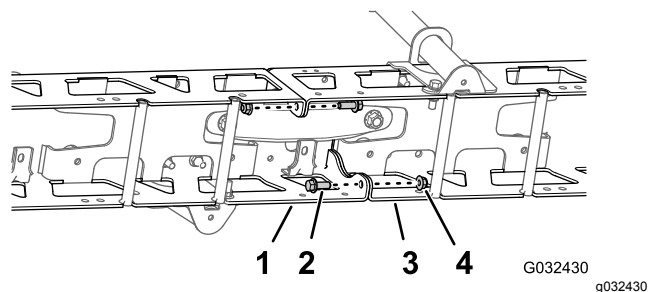

Figure 74
1. Retirez les 2 boulons à embase (3/8 x 1") et les 2 contre-écrous (3/8") qui fixent les brides verticales des cadres en treillis droit et gauche (Figure 74).